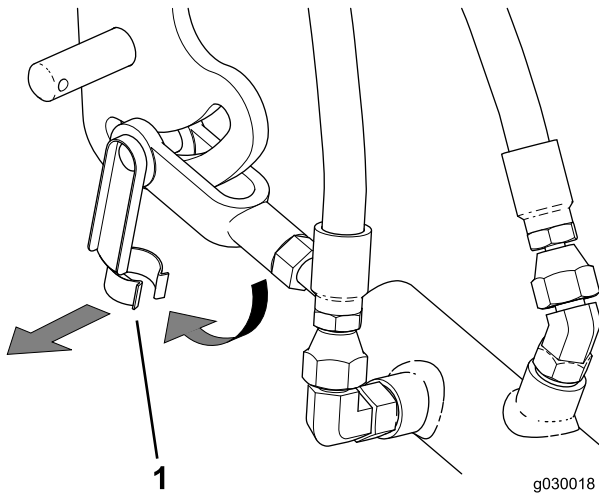

Figure 21
- Retirez l'axe de chape élastique qui fixe la chape au levier de commande de déplacement (Figure 21).